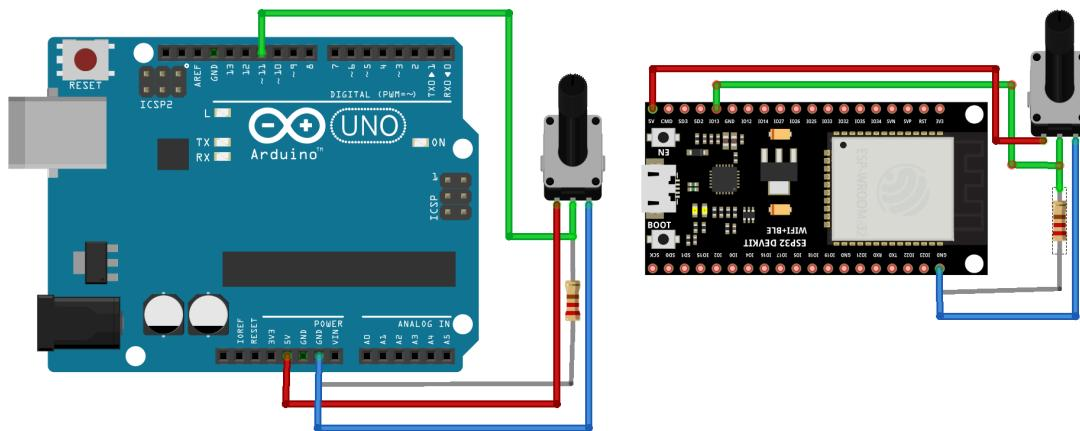

Figura 6: Configuración experimental del sensor de nivel o potenciómetro en un divisor de voltaje.
- Conecta el sensor de nivel de combustible (100–900Ω) o un potenciómetro ajustado a ese rango en un divisor de voltaje con una resistencia de 10kΩ, según la figura 6.